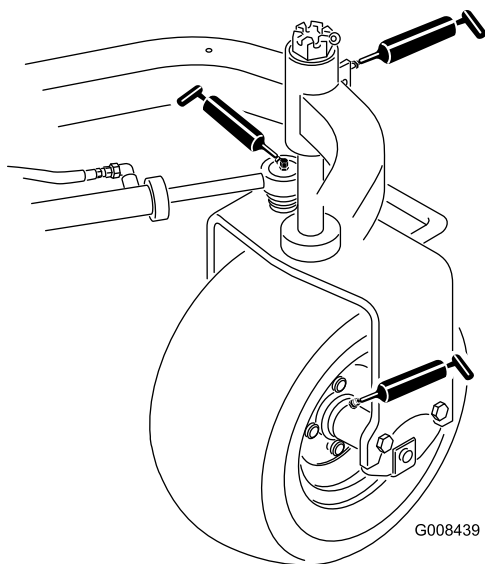

図 33
- ・ 後ホイールハブ（1ヶ所；図 33）
- ・ キャスタベアリング（1ヶ所；図 33）
- ・ ステアリングシリンダ（2ヶ所；図 33）